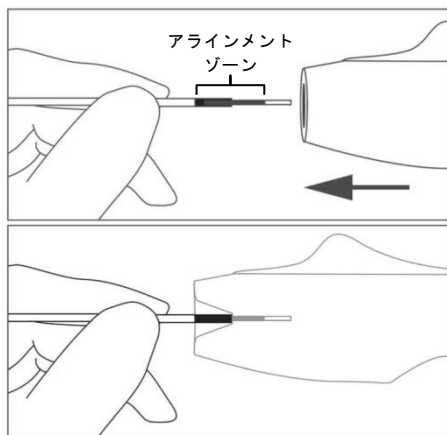

図 4
14. 黒色のアラインメントゾーンの遠位側でデリバリープッシャーを把持する。デリバリープッシャーの近位端に沿わせてデタッチメントハンドルを前進させると、デタッチメントハンドルの差込口に黒色のアラインメントゾーンが完全に入り、デリバリープッシャーがデタッチメントハンドル内で固定される(図 4)。